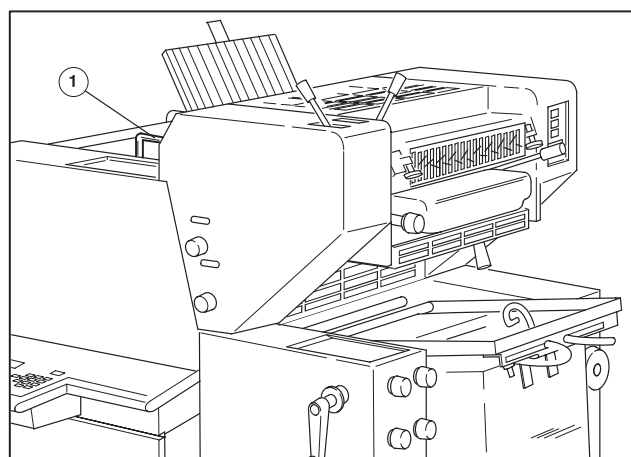

Рис. 13 Откройте защитное ограждение над формным цилиндром
- ❶ Откройте защитное ограждение над формным цилиндром (Рис. 13/❶).
- ❷ Выньте прижимные ролики для зарядки формы (смотрите раздел "Чистка контактных колец").